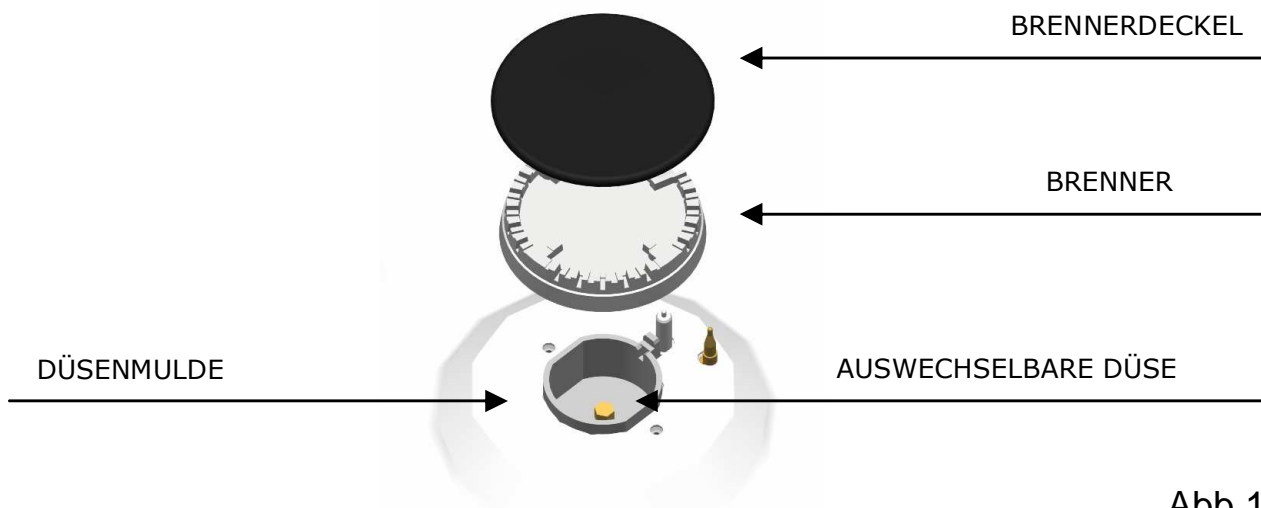

Abb.11
**Nachdem die Komponenten des Gerätes abgekühlt sind**, die Brenner herausnehmen und mit warmem Wasser und Flüssigreiniger waschen. Anschließend gründlich trocknen und wieder einsetzen. Vergewissern Sie sich, dass keine der Öffnungen durch Verunreinigungen verstopft ist. Es ist wichtig, dass die Brenner wieder korrekt montiert werden, da, falls diese nicht korrekt positioniert sind, schwere Störungen des Verbrennungsvorgangs auftreten können. Von Zeit zu Zeit müssen die Düsenmulden (Abb. 11) gereinigt werden. Hierzu etwaig angesammelte Verunreinigungen entfernen und absaugen, damit die Gasaustrittsöffnungen nicht verstopfen.